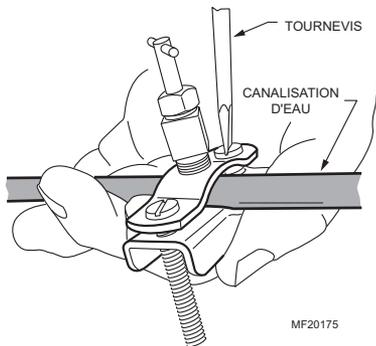

Fig. 8. Installation du robinet-vanne à étrier.
2. Utiliser le robinet-vanne autoperceur (inclus) pour percer le tuyau d'arrivée d'eau au bon endroit. Tourner la poignée en haut du robinet-vanne à droite (sens horaire) jusqu'à ce que le pointeau perce le tuyau d'arrivée d'eau. Laisser le pointeau dans cette position jusqu'à ce que l'humidificateur soit complètement installé pour éviter les fuites (bien que l'arrivée d'eau soit coupée, il peut y avoir de l'eau dans le tuyau qui s'écoulera dès que le pointeau est retiré). Voir la Fig. 8. Pour percer dans la conduite galvanisée, vider la conduite et percer un orifice de 3/16 po pour le robinet-vanne.